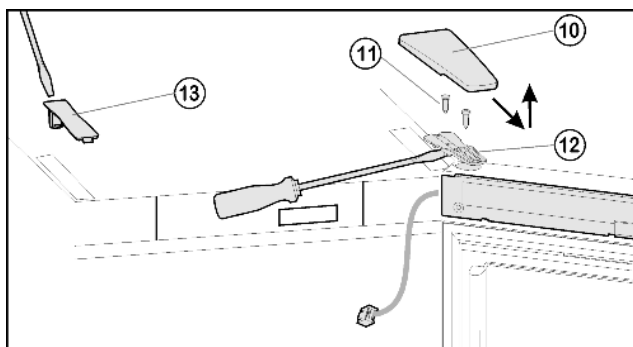
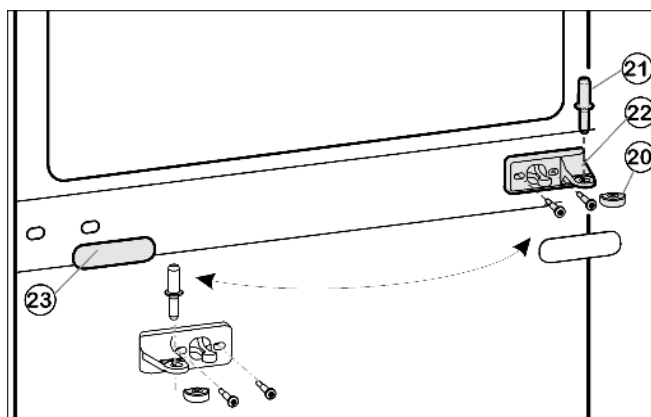
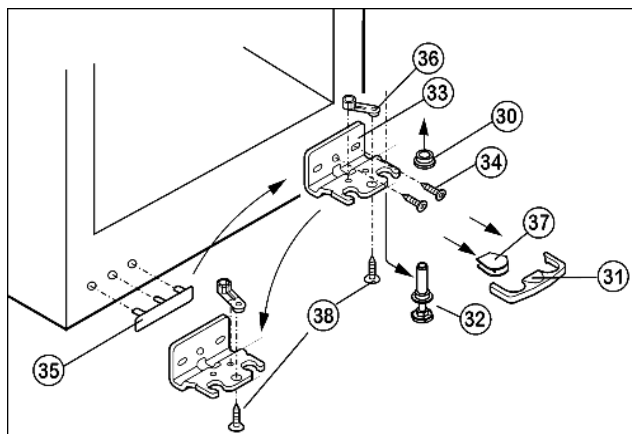

Fig. 5
Fig. 6
Fig. 7
- ▶ Крышку Fig. 5 (10) снимите движением вперед и вверх.
- ▶ Снимите крышку Fig. 5 (13).
- ▶ Полностью выверните винты Fig. 5 (11).
- ▶ Снимите дверцу вместе с опорным кронштейном Fig. 5 (12) и кабелем вверх. Для снятия, возможно, понадобится осторожно подцепить опорный кронштейн снизу шлицевой отверткой.
- ▶ Извлеките средний опорный палец Fig. 6 (21) из среднего опорного кронштейна Fig. 6 (22) и нижней дверцы.
- ▶ Пластмассовый колпачок Fig. 6 (20) снимите.
- ▶ Снимите средний опорный кронштейн Fig. 6 (22).
- ▶ Осторожно снимите накладку Fig. 6 (23).
- ▶ Открутите средний опорный кронштейн Fig. 6 (22) и прикрутите его с поворотом на 180° на новую сторону шарнира.
- ▶ Защелкните накладку Fig. 6 (23), повернув на 180°, на стороне, где теперь будет ручка.
- ▶ Предохранитель Fig. 7 (31) снимите движением вперед.
- ▶ Снимите крышку Fig. 7 (37).*
- ▶ Полностью вверните регулируемую опору Fig. 7 (32).
- ▶ Вытяните опорный палец Fig. 7 (32) вниз и вперед. При этом следите за гнездом шарнира Fig. 7 (30).
- ▶ Открутите опорный кронштейн Fig. 7 (33) (2 шт. Torx 25) Fig. 7 (34).
- ▶ Открутите опорную деталь Fig. 7 (36) (1 Torx 25) Fig. 7 (38) и, переставив в отверстие на противоположной стороне опорного кронштейна, снова прикрутите.
- ▶ Осторожно приподнимите и переставьте крышку Fig. 7 (35) со стороны ручки.
- ▶ Снова прикрутите опорный кронштейн Fig. 7 (33) на новой стороне шарнира, при необходимости с помощью аккумуляторного шуруповерта через внешний продольный паз и круглое отверстие.
- ▶ Установите крышку Fig. 7 (37) на противоположной стороне.*
- ▶ Предохранитель (31) нужно зафиксировать сбоку на кронштейне, чтобы опорный палец и двери были защищены от выпадения.
- ▶ Снова защелкните предохранитель (31) на опорном кронштейне.
- ▶ Наденьте гнездо шарнира Fig. 7 (30).
- ▶ Установите дверцу сверху на нижний опорный палец Fig. 7 (32).
- ▶ Снова наденьте пластмассовый колпачок Fig. 6 (20) на средний опорный кронштейн Fig. 6 (22).
- ▶ Вставьте средний опорный палец Fig. 6 (21) через средний опорный кронштейн Fig. 6 (22) в нижнюю дверцу.
- Установите верхнюю дверцу на средний опорный палец Fig. 6 (21), закройте дверцу и установите верхний опорный кронштейн Fig. 5 (12) так, чтобы он защелкнулся в верхней стороне устройства.
- Прикрутите опорный кронштейн Fig. 5 (12). При необходимости просверлите отверстия или используйте аккумуляторную отвертку.
- Защёлкните крышку Fig. 5 (10) и крышку Fig. 5 (13).
- Переставьте средний винт на нижнем опорном кронштейне Fig. 7 (33) в свободный продольный паз.
- При необходимости выравнивайте дверцу через два продольных паза в нижнем опорном кронштейне Fig. 7 (33) и среднем опорном кронштейне Fig. 6 (22) параллельно корпусу устройства.